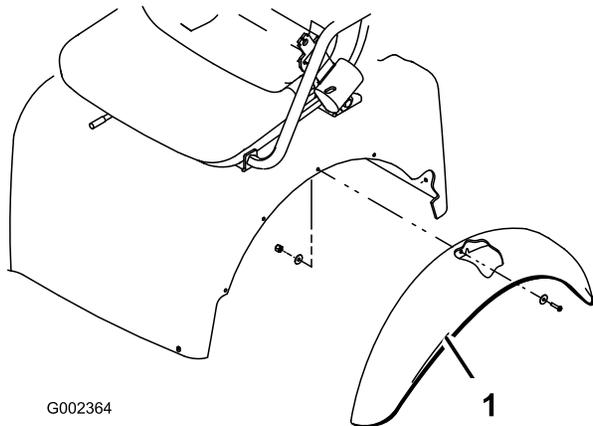

Bild 3
1. Lockern Sie die Sicherungsmuttern und Schrauben, mit denen die Rücklichthalterungen an den rechten und linken Rahmenhalterungen befestigt sind (Bild 3).
3. Befestigen Sie die Rückseite jeder Rücklichthalterung mit einer Schraube (5/16 x 1 Zoll), einer Flachscheibe mit einem Innendurchmesser von 8,74 mm und einer Mutter hinten an den Rahmenhalterungen, siehe Bild 3.